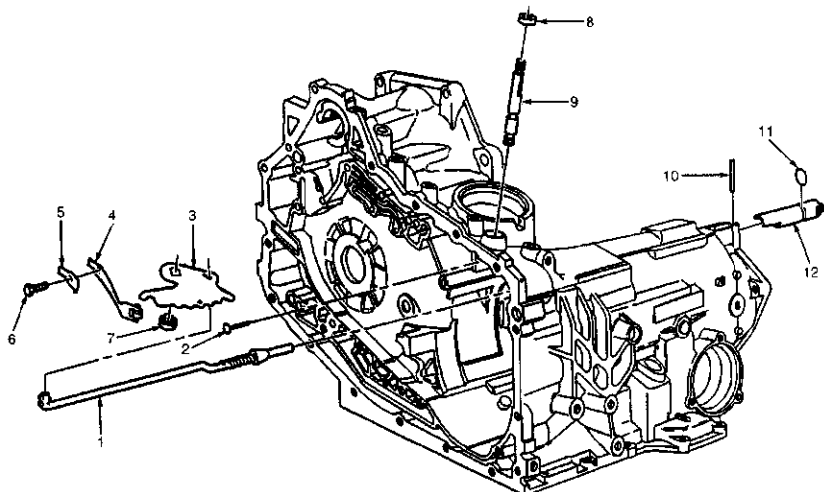

图2-75 驻车系统部件分解图
1) 从手动换挡锁止杆拆下手动阀传动机构, 参见本节 (8) 款。从手动换挡轴拆下手动换挡锁止杆。拆下手动换挡锁止杆和驻车棘爪执行器 (图 2-75)。使用侧剪钳拆下手动换挡轴销。切勿剪断销子。当拆
执行器导杆。从导杆上拆下执行器导杆密封圈(图2-75)。
1) 检查驻车棘爪执行器导杆是否磨损、驻车棘爪执行器是否弯曲或有裂纹。检查手动换挡锁止杆是否损坏 (图 2-75)。检查换挡轴是否磨损、有划痕或弯曲，手动阀弹簧连接是否弯曲或损坏。检查手动阀连接弹簧是否弯曲或扭绞 (图 2-64)。必要时更换部件。